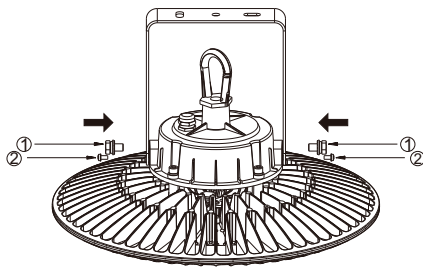

Fig. 1
1. Ajoutez le support en U au pilote et attachez-le avec les accessoires 1 et 2 illustrés ci-dessus. (**Figure 1**).